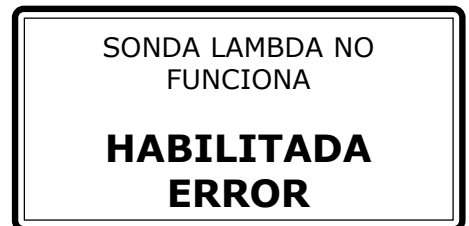

Fig. 62
- ERROR indica que se ha detectado un malfuncionamiento (Fig. 62).